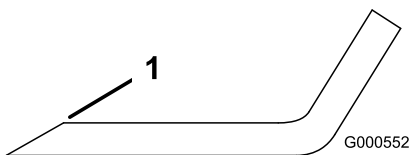

Figura 65
- Utilice una lima para afilar el filo de corte en ambos extremos de la cuchilla (Figura 65).
Nota: Si la cuchilla no está equilibrada, rebaje algo el metal en la parte de la vela solamente (Figura 65).